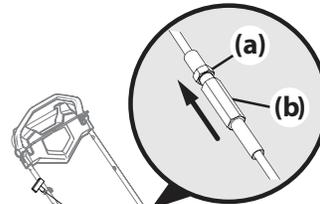

Figure 15
15. La commande de l'entraînement est serrée ou difficile à tirer vers l'arrière. Consultez la figure 15 -